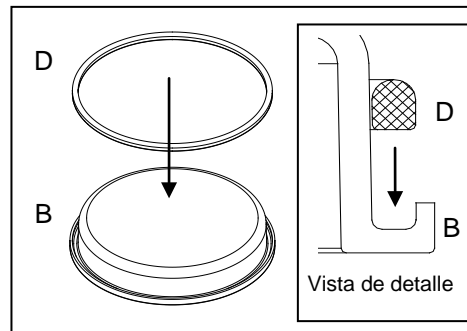

Fig. 7
7. Voltee la cubierta y localice la ranura. Coloque el empaque O en la ranura. Notas: o-ring un lado es plano, otra cara es redonda, debe colocar el lado plano hacia abajo en la ranura de la cubierta, de lo contrario el caso de fuga. (Véase la vista de detalle) Fig. 7